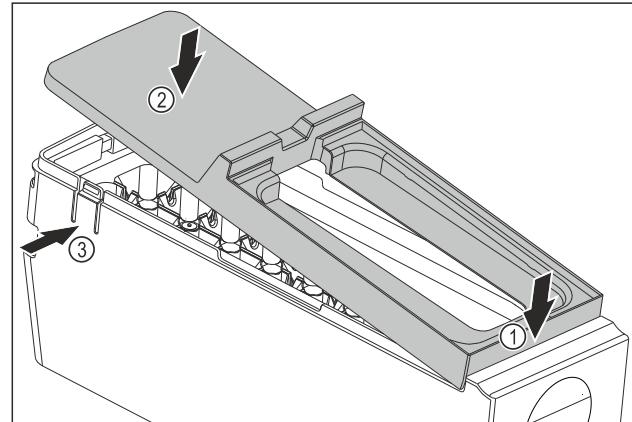

Fig. 144
- Смонтируйте крышку корпуса EasyTwist-Ice: Установите крышку спереди. Fig. 144 (1)
- Опустите крышку сзади. Fig. 144 (2)
- Крышка со щелчком фиксируется в накладках Fig. 144 (3).